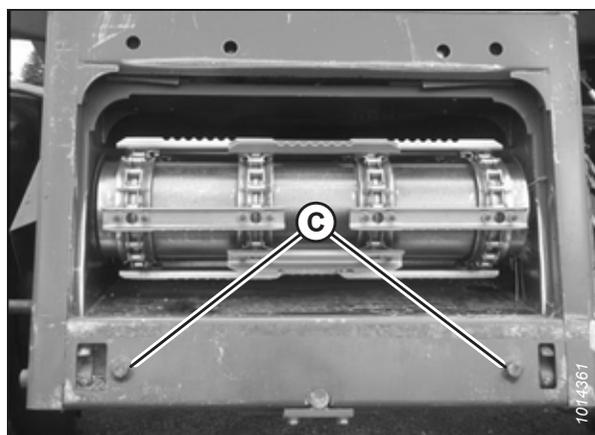

Figura 3.41: Perni di allineamento del gruppo AGCO
3. Avviare il motore e avvicinarsi lentamente alla testata fino a quando il collo alimentatore si trova direttamente sotto la traversa superiore del modulo flottazione (A) e i perni di allineamento (C) (vedere la Figura 3.41, pagina 56) del collo alimentatore sono allineati con i fori (B) del telaio del modulo flottazione.